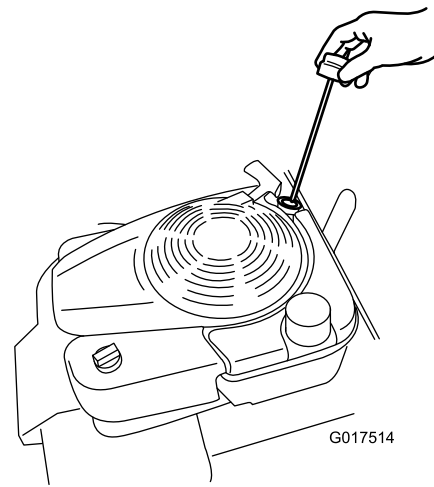

Figure 32
8. Retirez la jauge (Figure 32) et versez de l'huile dans le goulot de remplissage pour remplir le carter jusqu'aux 3/4.